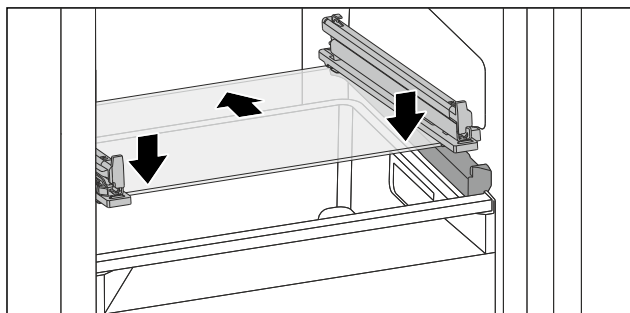

Fig. 121 Tablette en verre du tiroir basculable
- Placer la tablette en verre, en l'inclinant, derrière les butées. (voir Fig. 121)